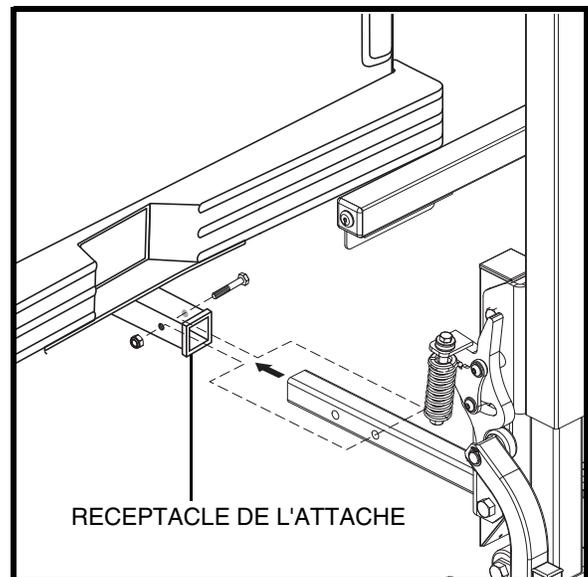

Figure 6. Installation de la structure de l'appareil de levage sur le véhicule
3. Glissez le tube dans le réceptacle de l'attache sur le véhicule, alignez l'orifice de montage le plus près possible du réceptacle. **Voir la figure 6.**
4. Verrouillez le tube d'attache avec le boulon et l'écrou fourni, insérez le boulon coté passager et montez l'écrou du côté du chauffeur. **Voir la figure 6.**